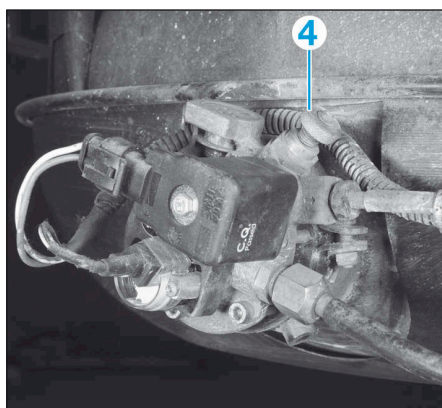

FIG.28
- Fermer la vanne manuelle (4) de la vanne multifonction (Fig.28).